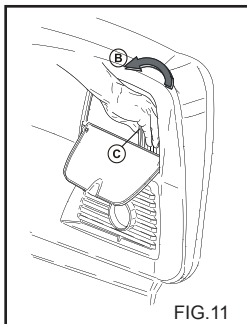

FIG.11
Deze drukregelaar, Fig. 11, maakt het mogelijk tijdens het werk de druk te regelen. Door de handgreep C tegen de klok in (B) te draaien (minimum) wordt de bedrijfsdruk verlaagd.